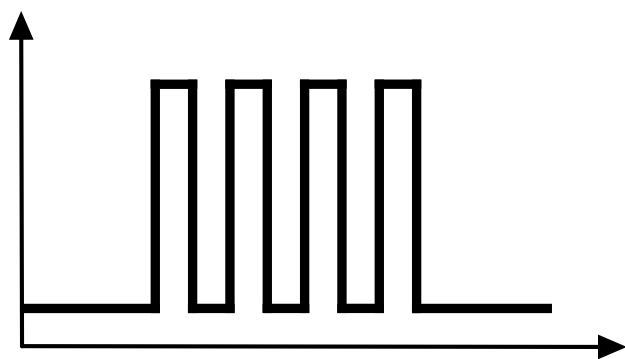

Рис.16. Индикация светодиода
- **Совпадение ID карты (брелка) с картой (брелком) заправщика из списка, записанного в устройство,** — после прикладывания карты заправщика светодиод мигает часто в течение интервала ожидания карты водителя. Интервал ожидания задается в конфигураторе. Если до истечения интервала ожидания карта водителя не была установлена, то устройство переходит в режим ожидания карты (брелка). Пример импульсов на выходе 1 во время ожидания карты водителя после прикладывания карты заправщика приведен на Рис.16.